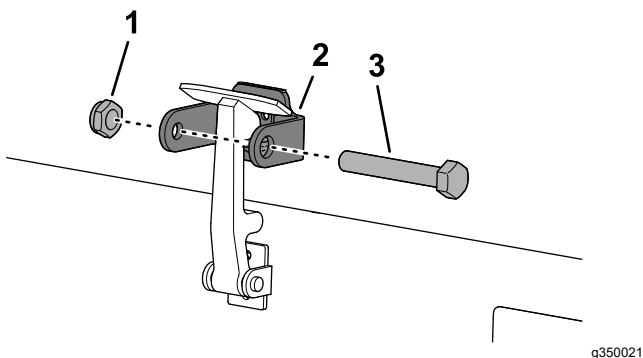

Bild 20
7. Schrauben Sie die Schraube in den anderen Arm der Motorhaubenhalterung, um den Riegel zu arretieren (Bild 20).